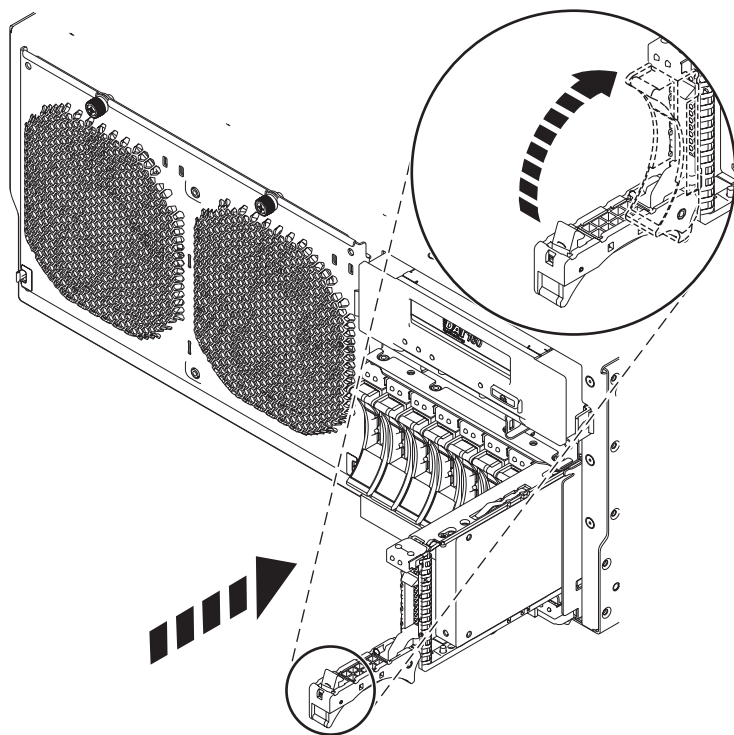

Figure 9. Installation de l'unité de disque dans l'unité centrale
5. Faites glisser complètement l'unité dans l'unité centrale ou l'unité d'extension, et poussez la poignée de l'unité (A) jusqu'à ce qu'elle s'enclenche, comme indiqué dans la figure 9.